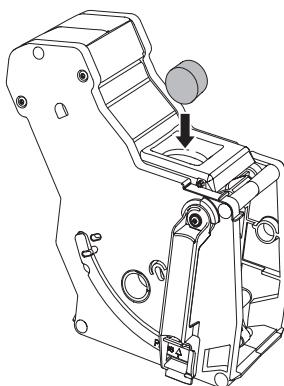

Abb. 18: Reinigungstablette in die Brühgruppe legen.
• • •	<p>4. Stellen Sie den Kaffeesatzbehälter unter den Auslauf.</p> <p>5. Entnehmen Sie die Brühgruppe und reinigen Sie die Brühgruppe, wie in Kapitel 8.2 Brühgruppe reinigen auf Seite 36 beschrieben. Schalten Sie das Gerät dabei nicht aus.</p> <p>6. Legen Sie eine Reinigungstablette in die Brühgruppe (siehe Abb. 18). Setzen Sie die Brühgruppe in das Gerät ein, wie in Kapitel 8.2 Brühgruppe reinigen auf Seite 36 beschrieben.</p> <ul style="list-style-type: none"> <li>» Das Gerät zeigt an, dass die dritte Programmstufe erreicht ist.</li> <li>» Der Reinigungsprozess startet.</li> <li>» Nach mehreren Minuten zeigt das Gerät an, dass</li> <ul style="list-style-type: none"> <li>– die vierte Programmstufe erreicht ist,</li> <li>– die Tropfschale und der Kaffeesatzbehälter geleert werden müssen.</li> </ul> </ul>